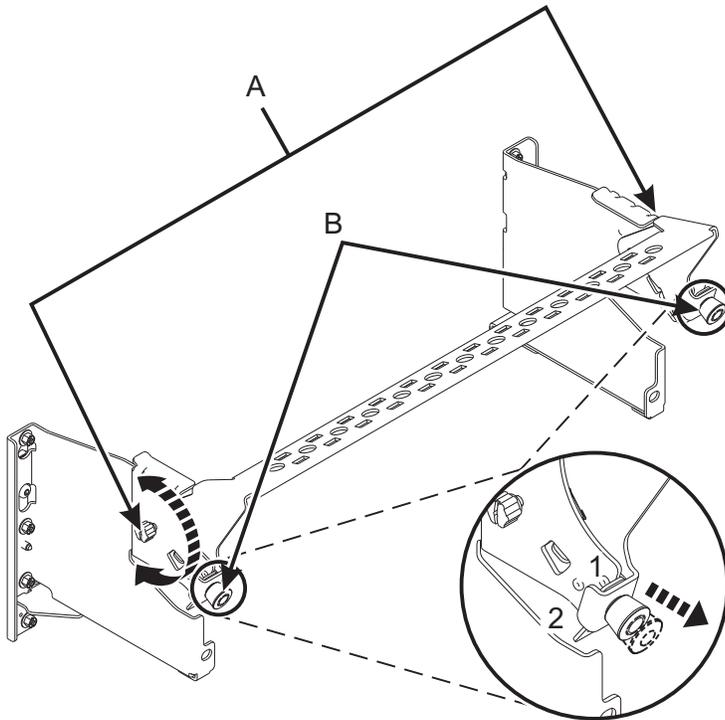

Figura 46. Colocar o suporte de gestão de cabos na posição de assistência
3. Coloque o suporte de gestão de cabos na posição de assistência. Consulte Figura 46 na página 46.